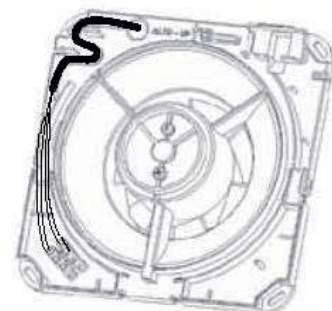

Abbildung 11
4. Bringen Sie das Stromkabel an der dafür vorgesehenen Stelle an (Abbildung 11).